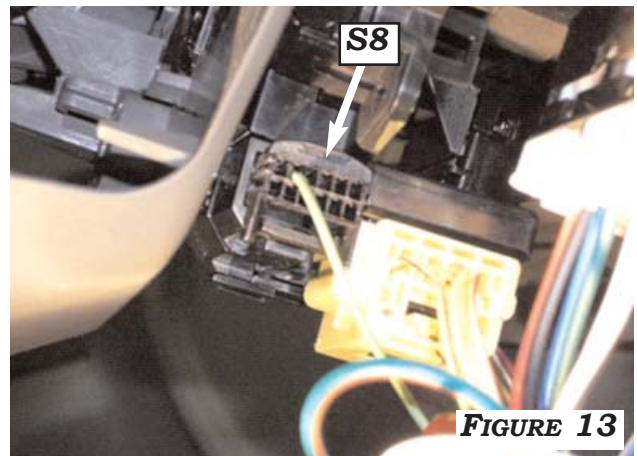
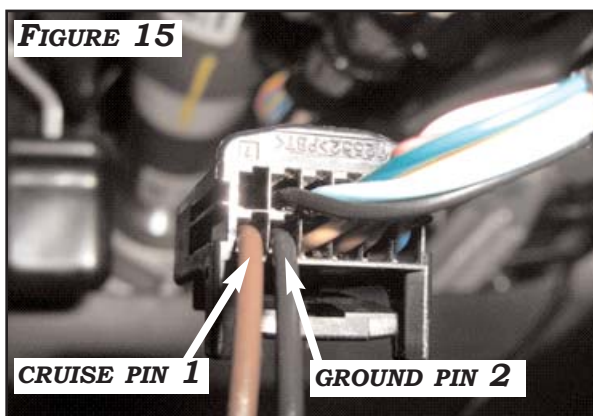
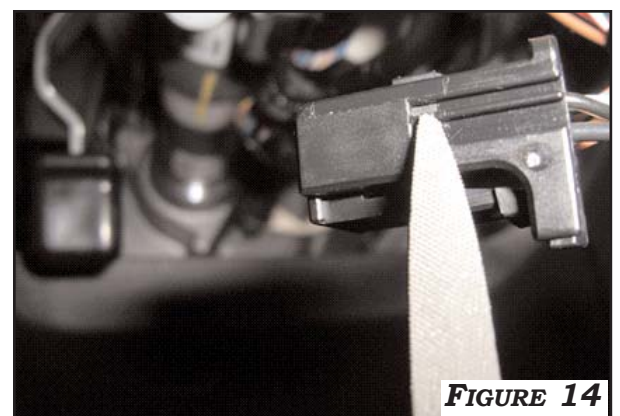

FIGURE 13
FIGURE 15
FIGURE 14
1. LOCATE BLACK CONNECTOR **S8** BEHIND STEERING WHEEL AT RIGHT SIDE OF SUB ASSEMBLY. **FIGURE 13**. REMOVE CONNECTOR. **BE SURE TO PUSH OUT TERMINAL RETAINER AT THE CENTER OF CONNECTOR. FIGURE 14**. INSERT THE **CLOCK-SPRING** TERMINAL FROM THE **BROWN** CRUISE ECM HARNESS TO **PIN 1** (CRUISE CIRCUIT) OF CONNECTOR **S8** CAREFULLY LOCKING TERMINAL INTO PLACE. **FIGURE 15**. PULL THE TERMINAL BACK GENTLY TO CHECK WHETHER IT IS LOCKED CORRECTLY.
2. INSERT THE **CLOCKSPRING** TERMINAL FROM THE **BLACK** CRUISE GROUND HARNESS INTO **PIN 2** OF CONNECTOR **S8** CAREFULLY LOCKING TERMINAL INTO PLACE. PULL THE TERMINAL BACK GENTLY TO CHECK WHETHER IT IS LOCKED CORRECTLY. **FIGURES 15**. REASSEMBLE CONNECTOR AND PLACE BACK ONTO SUB ASSEMBLY. **BE SURE RETAINER IS PRESSED IN BEFORE REINSTALLING.**